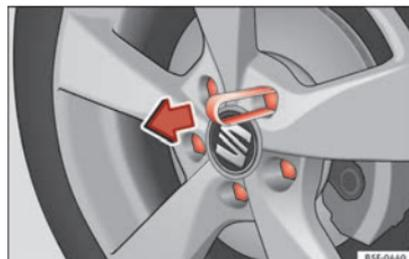

Fig. 63 Roda: parafusos da roda com capas de proteção.
- Encaixe a pinça de plástico (ferramenta de bordo) na capa de proteção até que encaixe » Fig. 63.